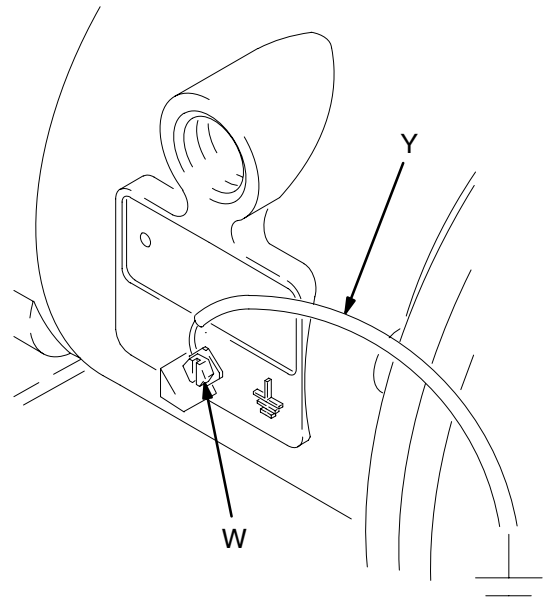

Abb. 1
- **Pumpe:** Ein Erdungskabel und eine Klammer, wie in Abb. 1 dargestellt, anschließen. Lösen Sie die Erdungsschraube (W). Drehen Sie ein Ende eines Erdungsdrahtes (Y) mit mindestens 1,5 mm² um den hinteren Teil der Erdungsschraube und ziehen Sie die Schraube fest an. Das Klemmenende des Erdungsdrahtes mit einem guten Massepunkt verbinden. Bestellen Sie mit der Teilenummer 819.0157 (Erdungskabel und Klemme).